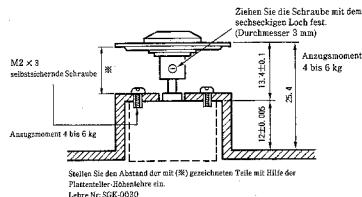

Abb. 8
- Nach dem Einbau des Ersatzplattenstellers (Metall) müssen Sie den Abstand einstellen (Abb. 8). Wenden Sie hierbei keine zu große Gewalt an der Welle des DC Motors (D2) an.